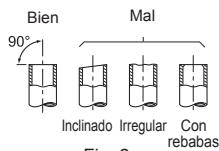

Fig. 2
- Si la manguera de drenaje suministrada con la unidad interior es demasiado corta, conéctela con la manguera de drenaje (I) que debe suministrar el distribuidor. (Fig. 2)
- Extraiga la manguera de drenaje por la parte posterior izquierda de la unidad interior. (Fig. 2)